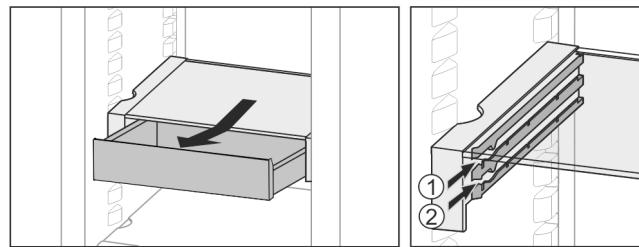

Fig. 31
- На любой высоте Fig. 31 (1) или Fig. 31 (2) вставить.